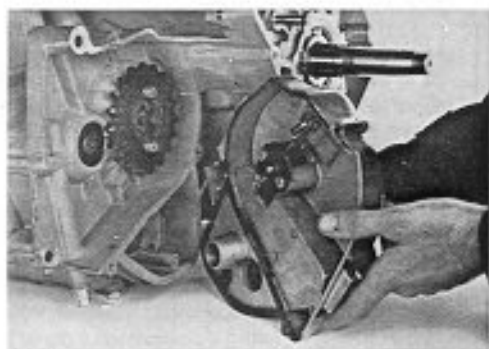

Fig. 144
- Rimuovere il coperchio del pignone dopo avere tolto le quattro viti che lo fissano al basamento (Attenzione: una delle viti si trova all'interno dell'alloggiamento del selettore) (Fig. 144). Fare attenzione a non perdere la sfera del dispositivo comando frizione allorché si rimuove il coperchio (Fig. 145).
- Undo the four screws and remove the sprocket cover (Warning: one of the four screws is located inside the selector assembly housing) (Fig. 144). Be careful not to lose the ball of the clutch operating mechanism when the cover is removed (Fig. 145).